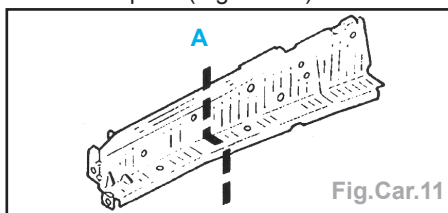

Fig.Car.11
- Elle peut s'effectuer partiellement suivant la coupe **A** (Fig.Car.11).